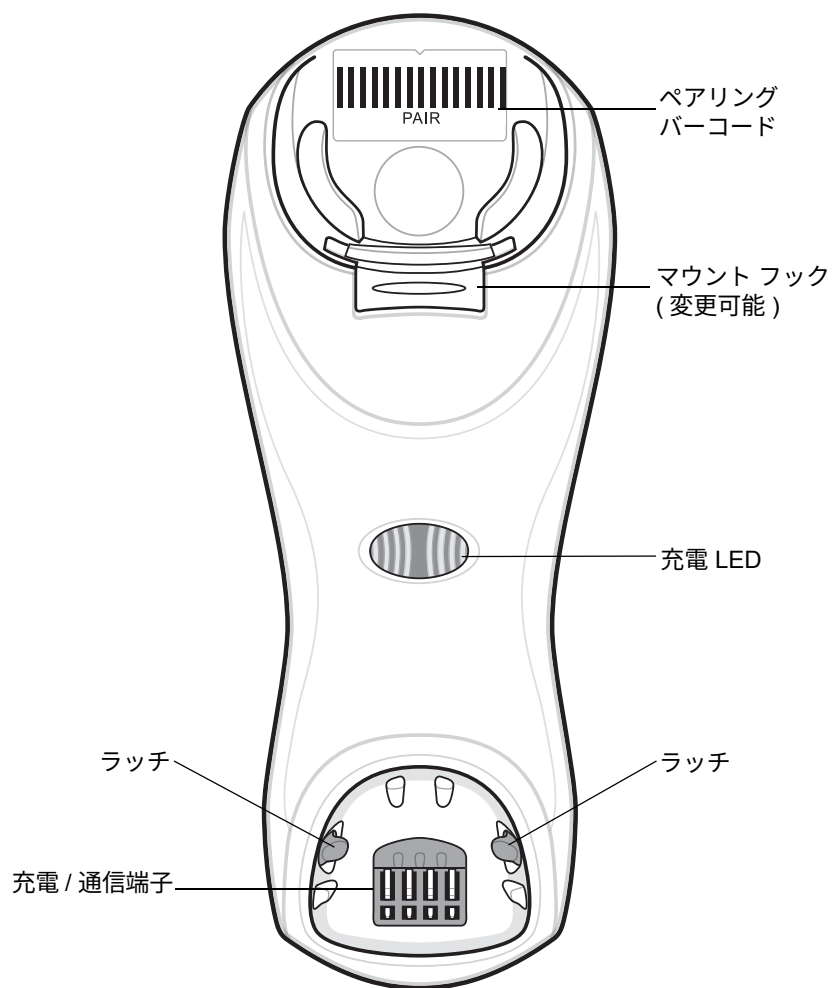

図 1-3 CR0078-S/CR0008-S シリーズ クレードル正面図
2. クレードル正面のマウント フック (変更可能) のフック部分が上向きになっていることを確認します。上向きになっていない場合は、フックを裏返しに取り付けます。このフックにより、デジタル スキャナを垂直にセットした場合でも安定させることができます (変更可能なマウント フックの位置については、1-4 ページの図 1-3 を参照)。